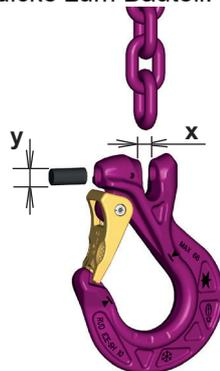

Bild 16:
- Gabelöffnung x verhindert der Anschluss einer dickeren ICE-Kette (Bild 16).
- Bolzendurchmesser y verhindern den Anschluss einer dünneren ICE-Kette (Bild 16).